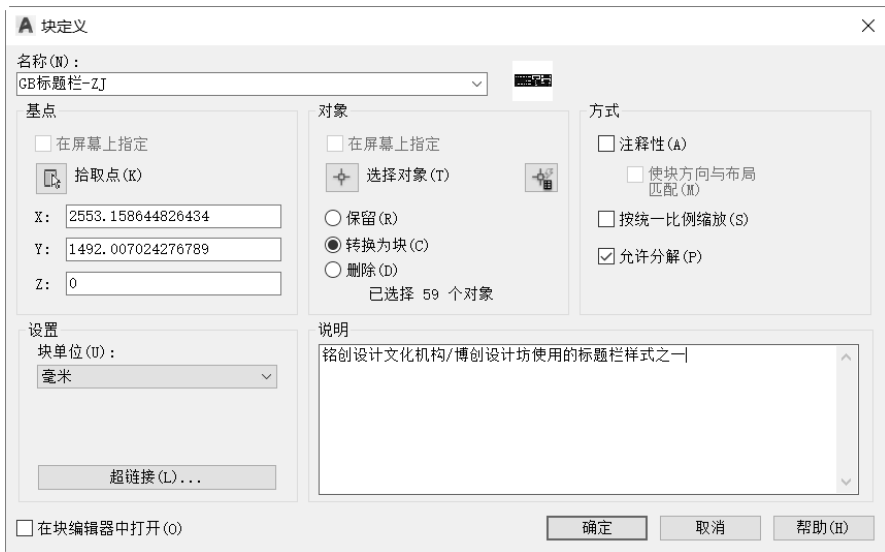

图 9-18 “块定义”对话框
⑧ 在“说明”框中输入块定义的说明文本信息，并设置方式选项和块单位等，如图 9-18 所示。